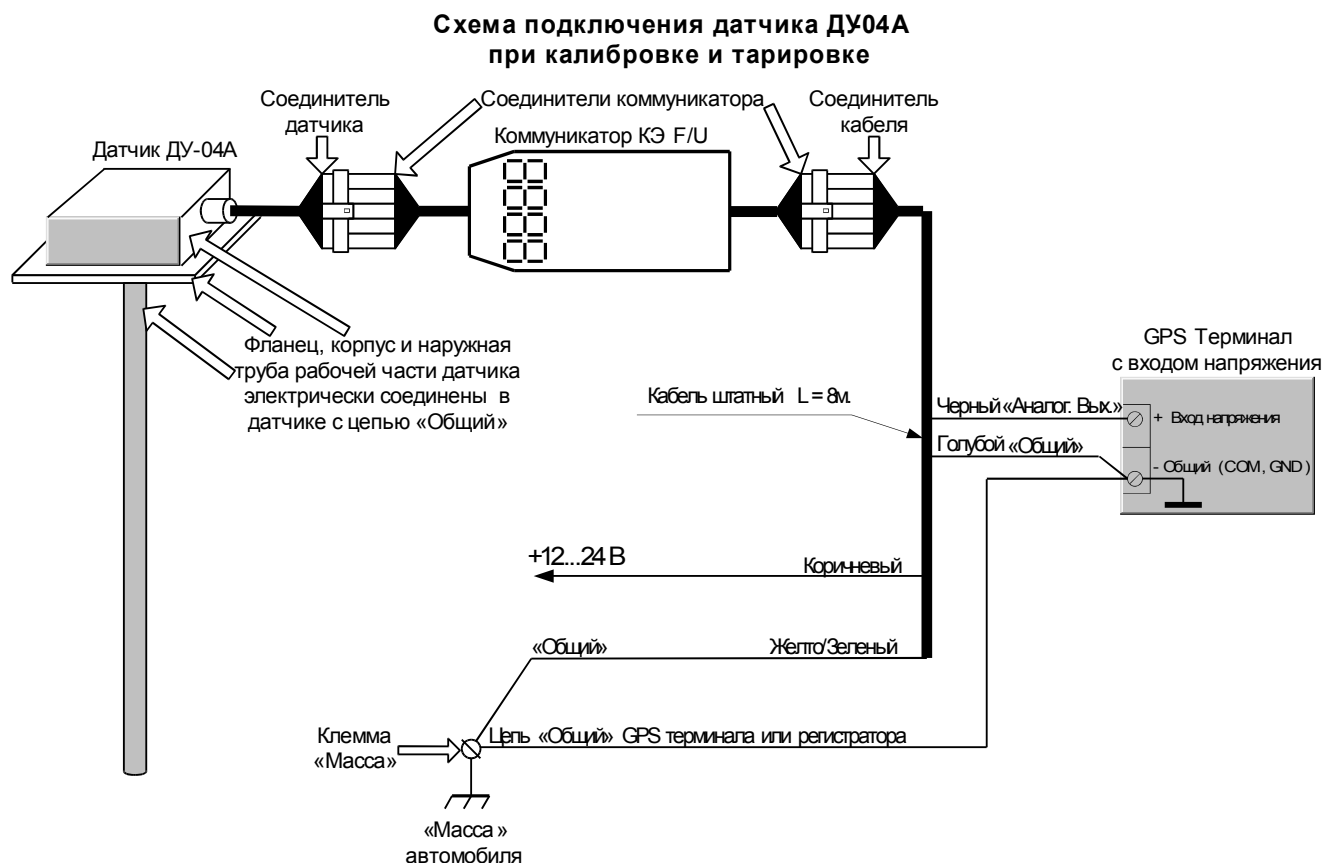

Рис.1. Схема подключения датчика ДУ-03 «Импульс» при калибровке и тарировке.
1.2.1 Схема подключения датчика при калибровке и тарировке приведена на рис.1.
#### Примечания к рис.1:
*а) При подключении следует помнить, что наружная медная труба, фланец и корпус датчика (см. рис.1) электрически соединены с цепью «Общий» питания.*
- клемма «Масса» (см. рис.1), к которой будут подключаться цепи датчика и GPS терминал, гарантированно соединена с минусовой цепью аккумуляторной батареи автомобиля или может быть подключена к ней только через общий выключатель массы, полностью отключающий аккумуляторную батарею от всех электропотребителей.
1.3.3 При условии выполнения требований п.п.1.2.2.1 и 1.2.2.2 подключить датчик в соответствии со схемой подключения, приведенной на рис.1, с использованием штатного кабеля из комплекта поставки.
***Соединение цепей «Общий» датчика и GPS терминала выполнить строго в одной точке — к винтовой клемме «Масса» (см. рис.1.).***
3.2.2 Расположив датчик **вертикально рабочей частью вниз** поместить на 1...2 минуты всю рабочую часть датчика (см. Рис.1 Руководства по эксплуатации) в жидкость, уровень которой датчик будет в дальнейшем контролировать. **Верхний уровень жидкости должен быть гарантировано не ниже верхней части дренажного отверстия на датчике!**